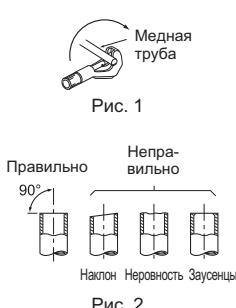

Рис. 3
- 2) Полностью удалите заусенцы с разрезанного перечного сечения трубы. (Рис. 3)